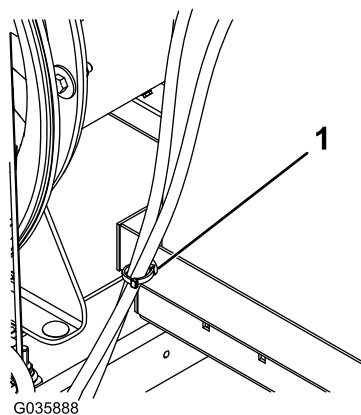

Рисунок 10
12. Зафиксируйте кабельную стяжку на боковой части поддона топливного бака и прикрепите к ней два шланга топливного бака (**Рисунок 10**).